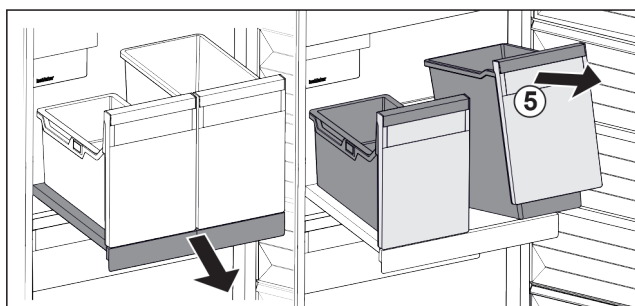

Fig. 123
- ▶ Spremnik Fig. 123 (5) podignite sprijeda.